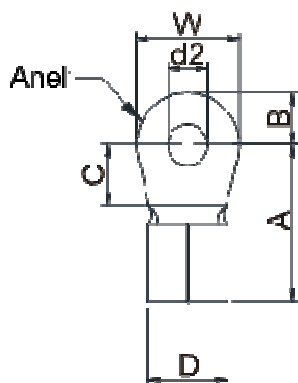

Figura 5-10
- Depois de crimpar o fio no terminal olhal (deverá ser aprovado pela UL), o componente reconhecido aprovado pela UL e pela CSA (YDPU2), instale o tubo termorretrátil classificado com um mínimo de isolamento de 600VCA sobre a parte sob tensão. Consulte a figura 5-10 abaixo.